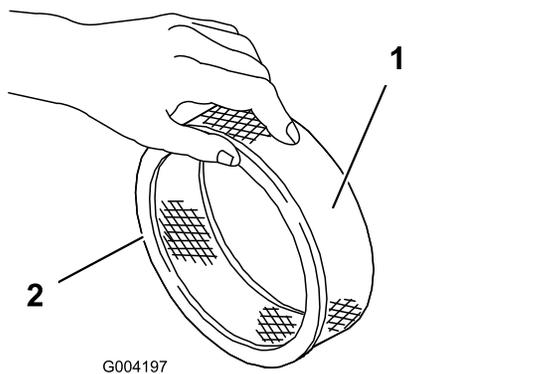

図 42
- ペーパーフィルタに汚れや油汚れ、ゴムシールの傷がないか点検する(図 42)。
- ペーパーエレメントにスポンジエレメントを注意深く取りつける(図 42)。